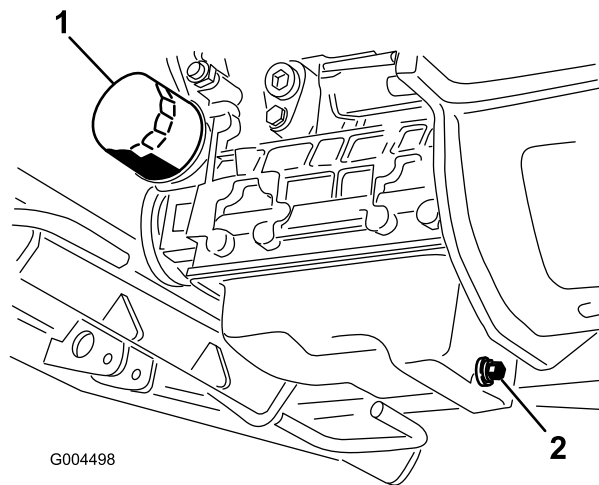

図 44
3. オイルパンの下についているドレン・プラグの下に廃油受けをおく (図 44)。
6. オイル・フィルタ (図 44) を取り外して交換する。